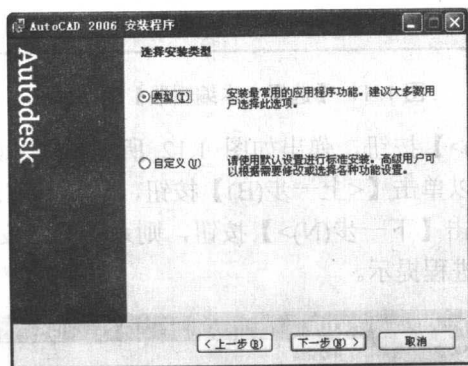

图 1.9 【选择安装类型】对话框
(6) 弹出如图 1.9 所示的【选择安装类型】对话框。该对话框中有【典型】和【自定义】两个单选按钮，一般可选择【典型】安装。